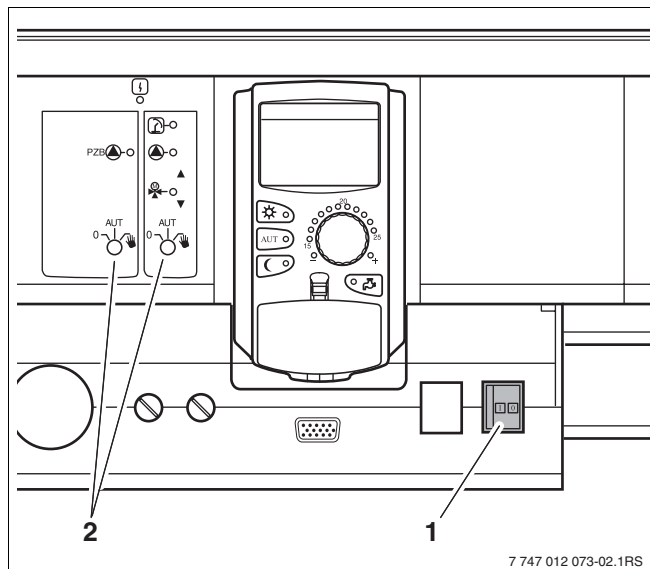

Bild 8 Betriebsschalter
- Überprüfen Sie, ob der Betriebsschalter auf dem Regelgerät (→ Bild 8, [1]) und die Handschalter auf den eingesetzten Modulen (→ Bild 8, [2]) auf „I“ und „AUT“ stehen.
- Schalten Sie das Regelgerät ein, indem Sie den Betriebsschalter auf „I“ schalten (→ Bild 8, [1]).
- Schalten Sie das Regelgerät aus, indem Sie den Betriebsschalter auf „0“ schalten (→ Bild 8, [1]).